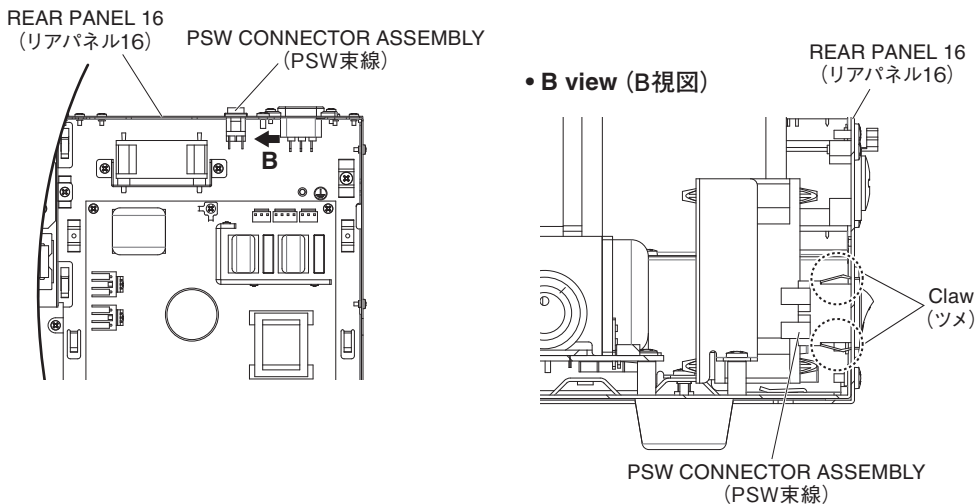

Fig. 13 (図13)
- A-7-8-1 Hold down the claws of the PSW connector assembly from inside, and remove the PSW connector assembly from the outside of the rear panel 16. (Fig. 13)
- A-7-8-1 PSW 束線のツメを押さえながら、PSW 束線をリアパネル 16 の外側から引き抜きます。(図 13)